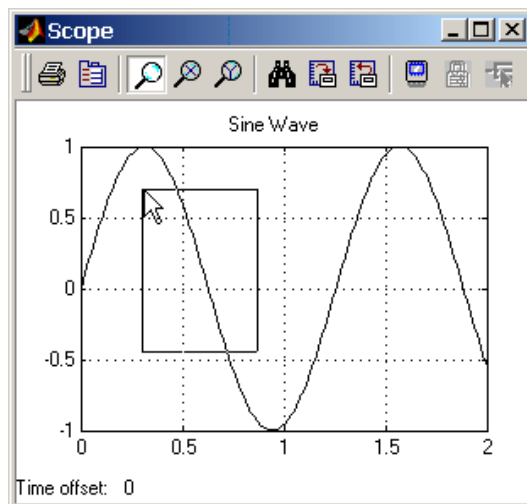

Рис. 2.17
2. Нажать соответствующую кнопку (3, 4 или 5) и, нажав левую клавишу “мыши”, с помощью динамической рамки или отрезка указать область графика для увеличенного изображения. Рис. 2.17 поясняет этот процесс.